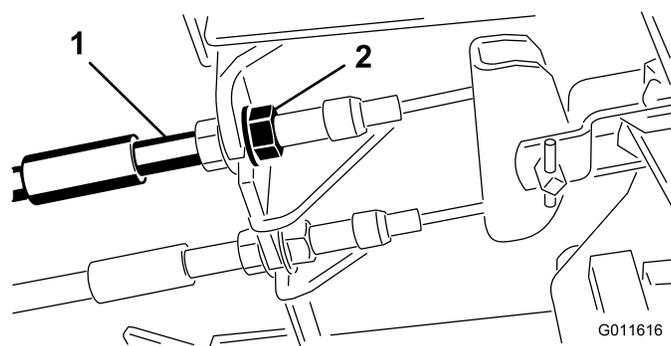

図 66
1. 遊びを減らすブレーキを締めるには、ブレーキケーブルのねじ山の前ナットをゆるめ、後ろのナットを締める 図 66。